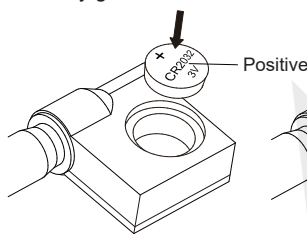

fig.2
- Ponga la batería CR2032 en la casa de la batería, el lado positivo de la batería (+) debe mirar hacia fuera (fig.2).